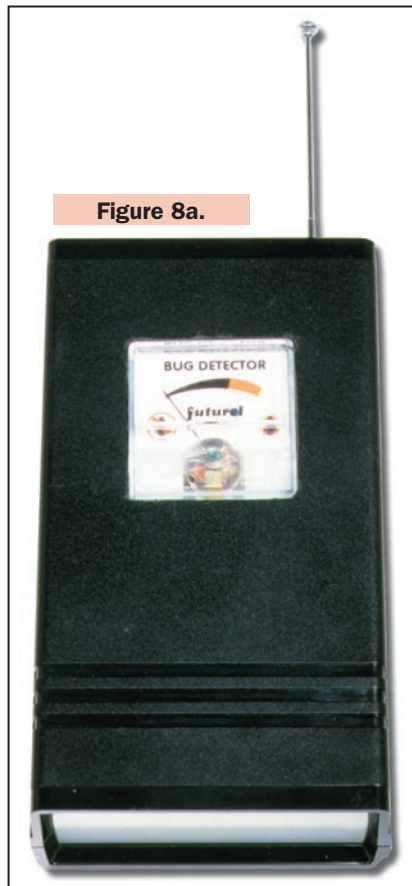

Figure 8a.
**Figure 8 :** Notre prototype a été logé dans un boîtier en plastique dans lequel nous avons aménagé les ouvertures nécessaires au vu-mètre, à l'interrupteur marche/arrêt et à l'antenne (figure 8a).